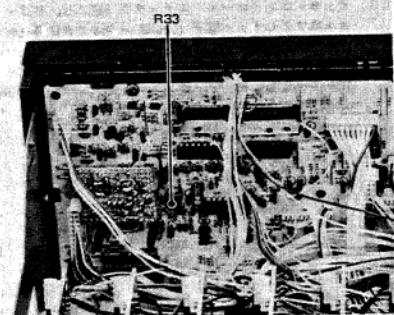

Fig. 4-9
- If back tension is not within the limits, adjust semi-fixed resistor R33 on the Control PCB (Fig. 4-9) until the torque meter reads 14 g.cm.
- もしバック・テンションが上記値より外れている場合には、半固定抵抗 R33 の値が 14g/cmになる様にコントロール PCB の半固定抵抗 R33 (図4-9) を回して調整する。